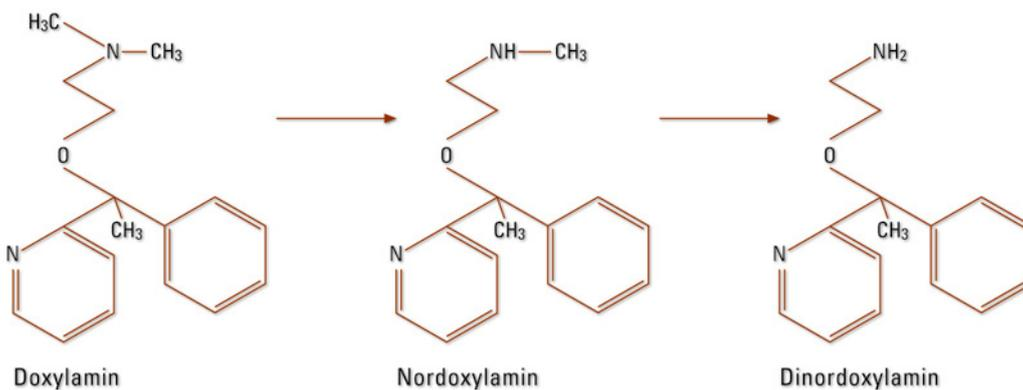

Abbildung 2: Metabolismus von DOX im Menschen
Die Metabolisierung von DOX erfolgt vorrangig in der Leber. N-Desmethyldoxylamin, N,N-Didesmethyldoxylamin und deren N-Acetyl-Konjugate wurden nachgewiesen (Abbildung 2) (20), (21). Die Eliminationshalbwertszeit beträgt ca. 10 Stunden (21).